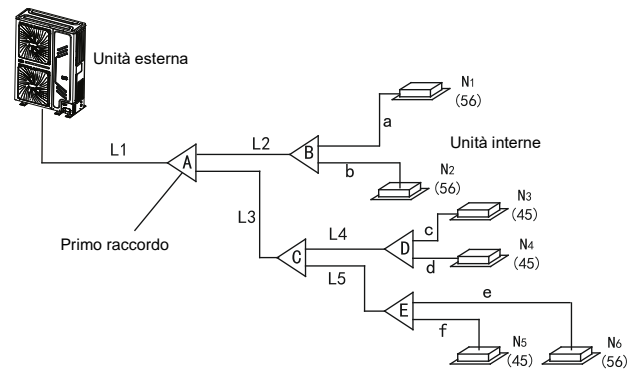

Fig. 4-5
- Esempio 1: Nella Fig. 4-5, le unità interne con una potenza totale di  $45 \times 2 = 90$  sono collegate a L4. Secondo la Tabella 4-3, L4 sul lato gas/liquido dovrebbe avere un diametro di  $\varnothing 15,9 / \varnothing 9,5$ .